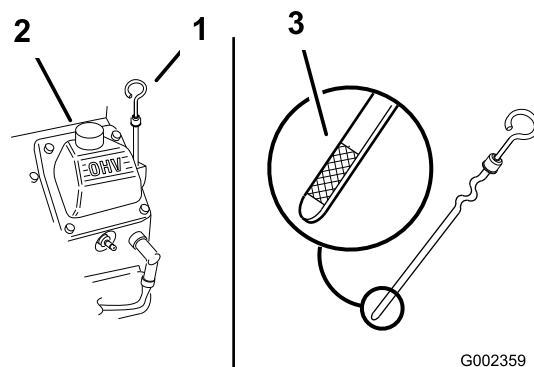

Figure 19
4. Retirez la jauge d'huile et essuyez soigneusement son extrémité (Figure 19).
5. Remettez la jauge au fond du tube de remplissage, mais sans la visser (Figure 19).
3. Nettoyez la surface autour de la jauge d'huile (Figure 19) pour éviter que des impuretés ne
6. Versez avec précaution environ 80% de la quantité d'huile spécifiée dans le goulot de remplissage (Figure 19).